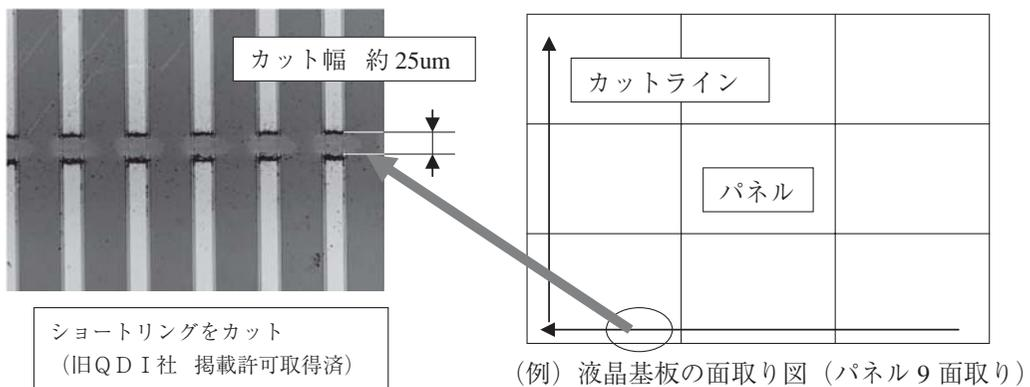

図5 レーザカット例
御する光学系，オートフォーカス分散処理システム，カット状況モニタおよび高感度CCDカメラ，カットダスト吸引ノズル等を含んでいる。この光学ヘッドによるレーザカット事例を図5に示す。カット性能は，オートフォーカス機能により，基板と対物レンズ間の距離を把握・調整し，リアルタイムで基板表面をトレースすることで精密なカットを実現しており，第6世代のレーザカッターで実証済みである。
- ②カット形状（図5参照）